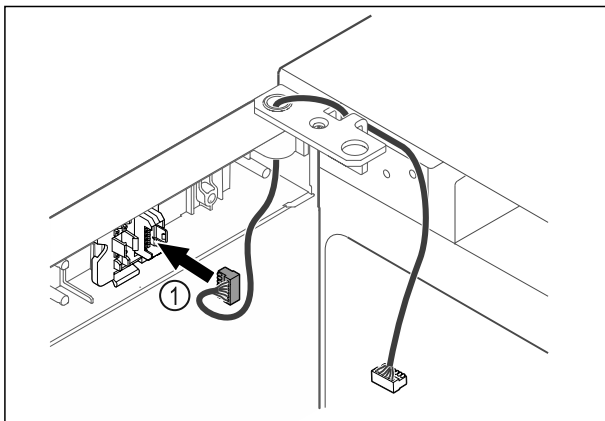

Fig. 40
- Aseta pistoke Fig. 40 (1) pistokkeenpitimeen.